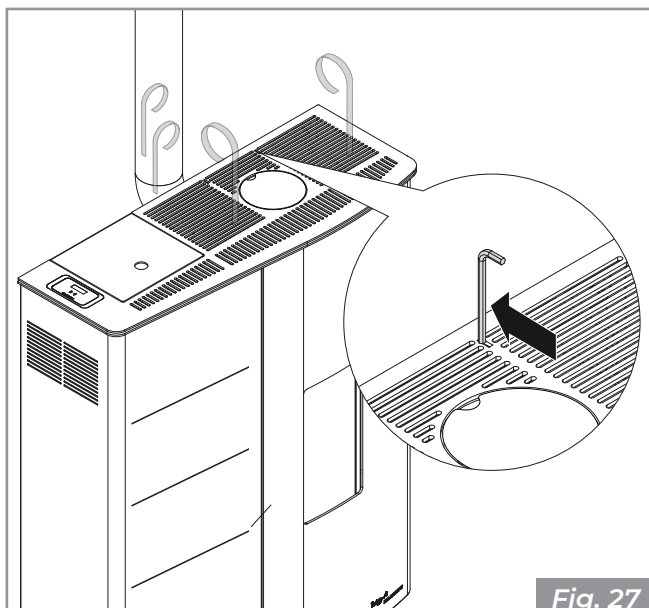

Fig. 27
- supérieure et arrière (**Fig. 27**).